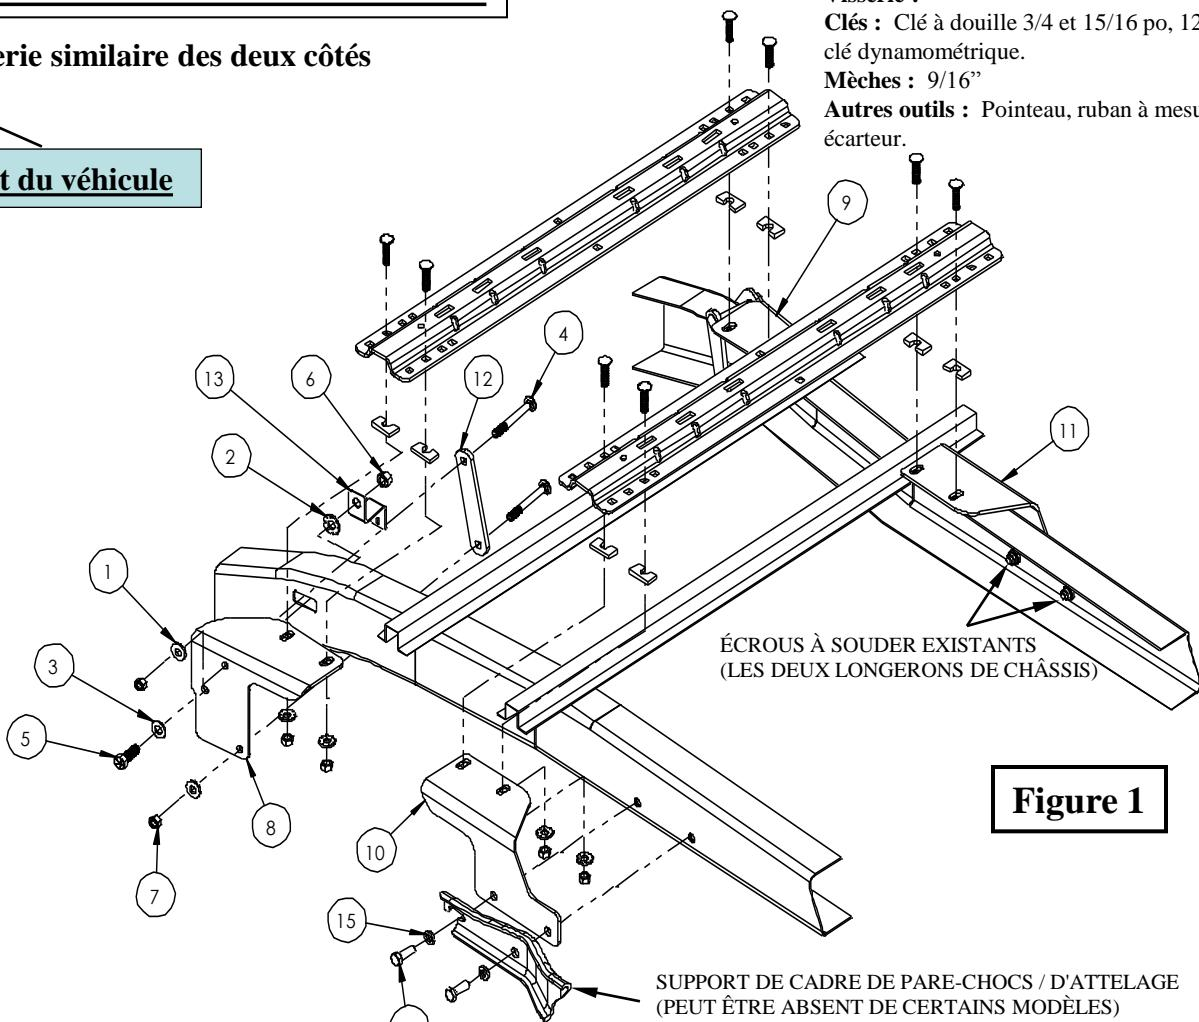
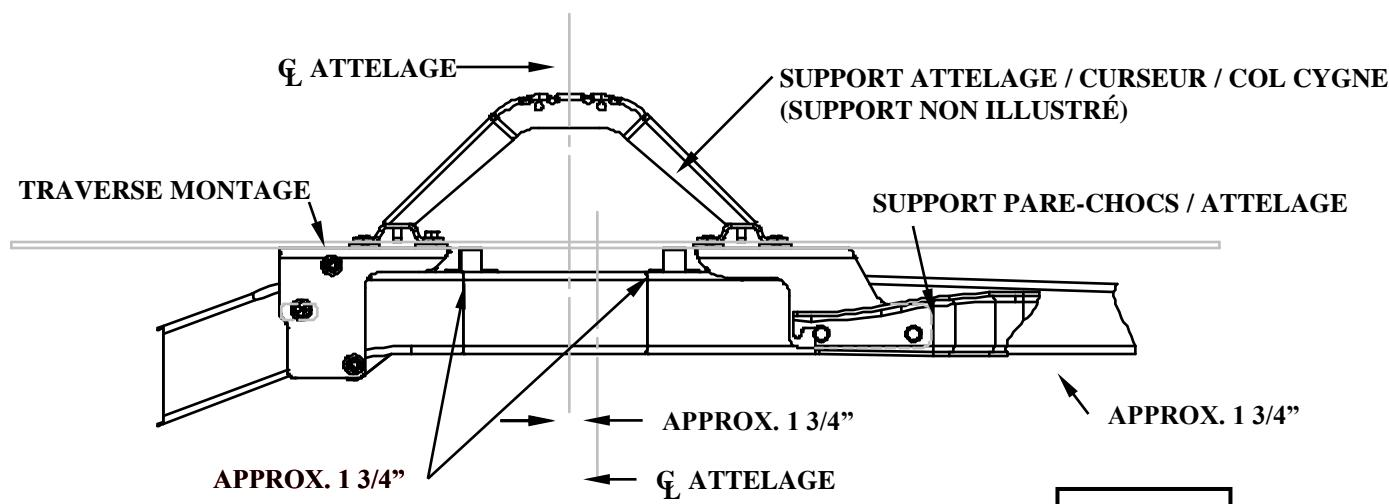

Figure 1
Figure 3
Pour une installation selon les Figures 1 et 3, durant le perçage, veiller à protéger le réservoir d'essence, les tubes de remplissage, les conduites de frein et le faisceau de fils en plaçant une pièce métallique entre le plancher de caisse et les composants à risque du côté conducteur. L'on préviendra ainsi le perçage de ces composants sensibles.
2. Pour l'emplacement du support avant côté conducteur, enlever l'écrou sur l'extérieur du cadre qui supporte le coffret de branchement existant. Repositionnement plus tard: le coffret de branchement à l'aide du support en S et les fixations de cadre d'origine pour obtenir un dégagement supplémentaire pour la bride de support côté conducteur. Voir la Figure 1.
4. Vérifier que les trous 1/8 po percés s'alignent sur les fentes des supports de cadre arrière (10) et (11).
7. Poser les boulons de carrosserie 1/2 x 2 po en plaçant l'espacement en U dans la cannelure entre la caisse et la traverse de montage, ou entre la caisse et le support de cadre (10) et (11). Ceci permet le contact métal à métal et empêche l'écrasement des ondulations. Fixer à l'aide d'espaces, de rondelles et d'écrous hexagonaux selon la Figure 1, puis serrer fermement pour empêcher la traverse de montage de bouger.
9. Marquer l'emplacement des trous à l'aide d'un pointeau, comme illustré à la Figure 3. Écarter la traverse et percer chaque marque à l'aide d'une mèche 1/8 po. **Avertissement : Lors du perçage, veiller à ne pas endommager les composants du véhicule et à prendre les mesures de protection nécessaires.**
13. Faire pivoter les supports avant côté conducteur (8) et côté passager (9) en place sur l'extérieur du longeron côté conducteur, de façon que les trous de boulon supérieur et inférieur maintiennent un dégagement dans le haut et le bas du cadre, tandis le trou médian s'aligne sur la fente existante du cadre. En plaçant le haut du support contre le bas de la plateforme du camion, s'assurer que les trous percés de 1/8 po s'alignent sur les fentes des supports de cadre avant (8).
- Insérer un boulon de carrosserie 1/2 x 5 1/2 po (4) dans chaque orifice carré d'une bride de support (12) de façon que le boulon glisse fermement en position.
- En commençant par le trou de montage avant côté conducteur, placer la bride (12) et les boulons (4) sur l'intérieur du cadre de façon que les boulons glissent à travers les trous de bride supérieur et inférieur sur le support.
- Poser la rondelle conique 1/2 po (1) et l'écrou 1/2 po (7). (Serrer à la main seulement)
- Poser le boulon 5/8 x 1 3/4 po (5) avec la rondelle plate (3) dans les supports de cadre (8)(9) et le cadre, et poser la rondelle conique 5/8 po (2), le support en S (13) (côté conducteur seulement) et l'écrou 5/8 po (6). (Serrer à la main seulement)
17. Poser les boulons de carrosserie 1/2 x 2 po en plaçant l'espacer en U dans la cannelure entre la caisse et la traverse de montage, ou entre la caisse et le support de cadre (8) et (9). Ceci permet le contact métal à métal et empêche l'écrasement des ondulations. Fixer à l'aide d'espaces, de rondelles et d'écrous hexagonaux selon la Figure 1, puis serrer fermement pour empêcher la traverse de montage de bouger.
Nota: Utiliser un boulon hexagonal avec rondelle plate (17) au lieu de boulons de carrosserie ½ x 2. Voir Figs 1 et 3.